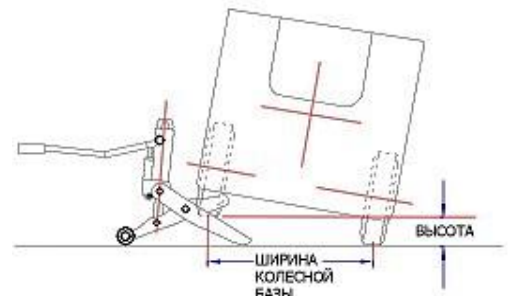

Рисунок 6.
• Будьте предельно внимательны при подъеме узких погрузчиков (ширина менее 1016 мм). Проверяйте, чтобы высота между полом и поднятым колесом не превышала ¼ ширины колесной базы погрузчика. Ширина колесной базы измеряется от центральной линии до центра ширины профиля колес (см. рисунок 6). Если Вы превысите это расстояние, велика вероятность опрокидывания погрузчика.